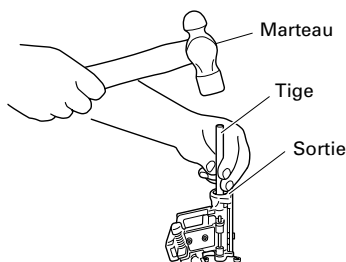

Fig. 11
- (1) Enlevez le coil du magasin, ouvrez le guidage de clous et introduisez une tige dans l'orifice. Tapez ensuite la tige à l'aide d'un marteau. (Fig. 11).